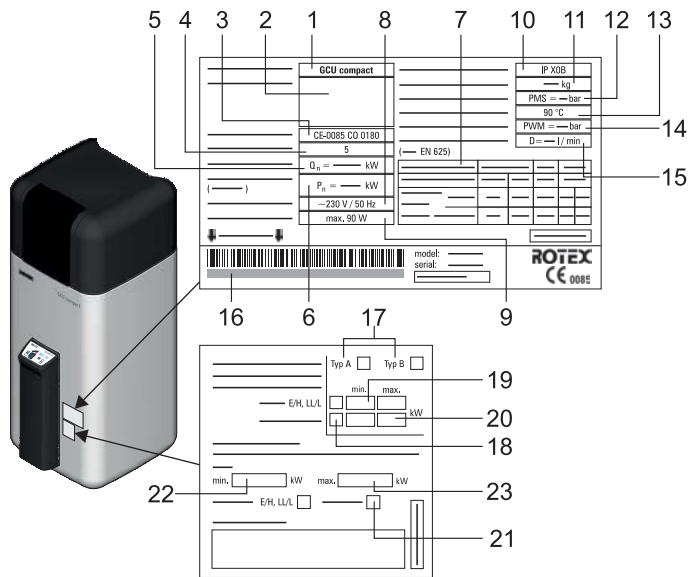

Figura 12-1 Dati sulla targhetta (in alto) e targhetta di regolazione (in basso)
* Numero posizione v. figura 12-1